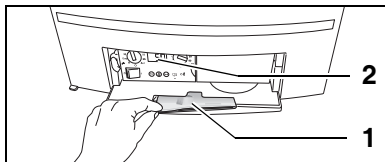

Fig. 2 BC10 e istruzioni per l'uso
Questa breve guida mira ad offrire all'utente dell'impianto di riscaldamento una panoramica sull'uso e il funzionamento della caldaia. La guida è collocata nel portello del pannello di servizio della caldaia (fig. 2, pag. 12).
Il regolatore di base BC10 si trova dietro il portello sul lato sinistro (fig. 2, **pos. 2**).
Sul retro del portello c'è un vano contenente le istruzioni per l'uso della caldaia (fig. 2, **pos. 1**).